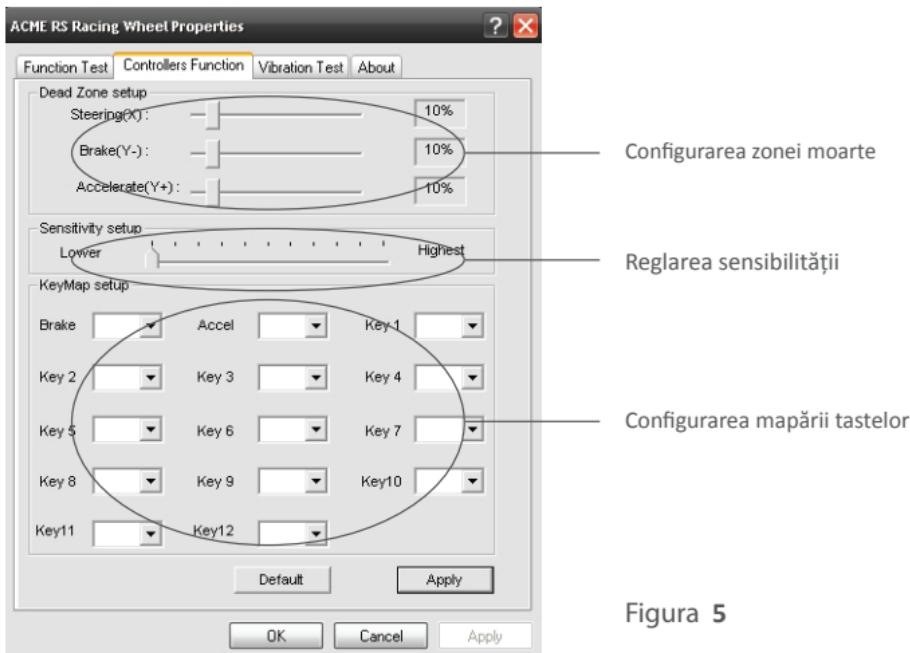

Figura 5
- Puteți seta zona moartă originală pentru direcția roților (axa X), acceleratie (axa+Y), frână (axa-Y) așa cum este prezentat mai jos. (Consultați figura 5 „Configurarea zonei moarte”.)
- Sensibilitatea roților poate fi reglată în diferite grade de la mică la mare, așa cum este prezentat mai jos. (Consultați Figura 5 „Setarea sensibilității”.)
- Accelerarea roților, frâna și tasta 1 până la tasta 12 sunt interschimbabile (maparea tastelor). (Consultați Figura 5 „Configurarea și maparea tastelor” prezentată mai jos.)